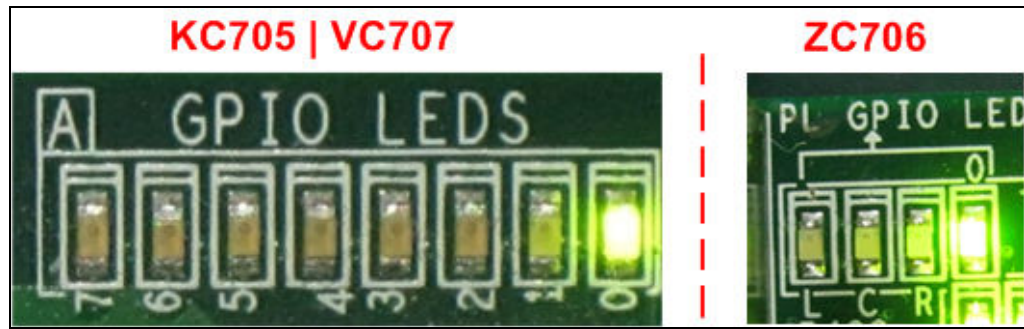
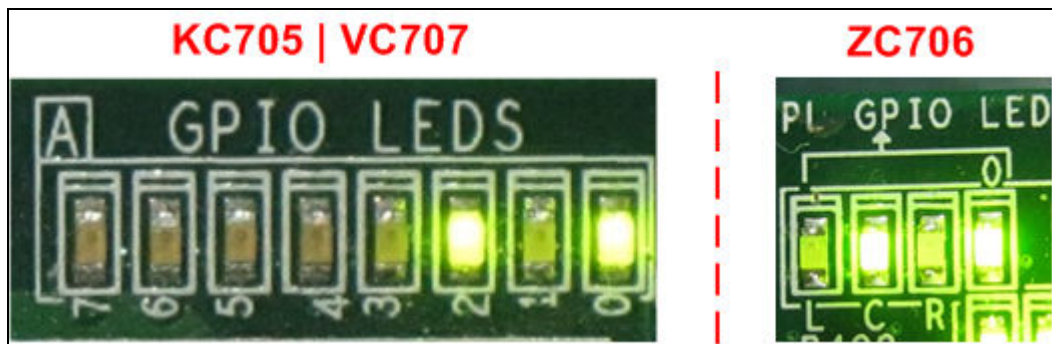

図 12: DIPSW[1]=OFF(非ジャンボフレーム)設定時の LED 発光状態
図 13: DIPSW[1]=ON(ジャンボフレーム)設定時の LED 発光状態
- すると DIPSW[1]のジャンボフレームの設定で図 12 あるいは図 13 のように LED[0]が発光します。